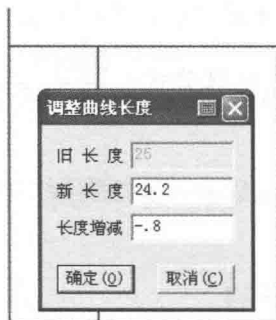

图 7-77 画横裆线步骤 2
(5) 选择  【智能笔】工具按着【Shift】键,右击点击横裆基础线前中部分;进入【调整曲线长度】功能。输入增长量 -0.8cm (图 7-77)。